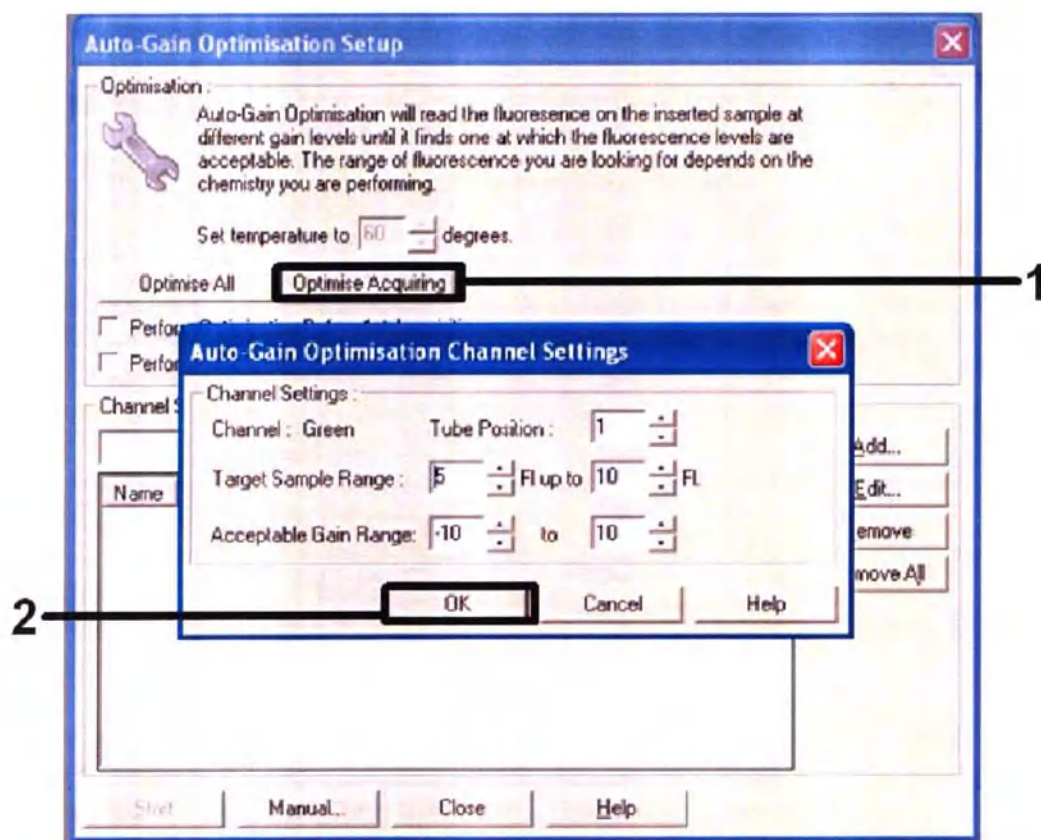

Рисунок 11. Автоматическая оптимизация уровня сигнала для зеленого канала.
13. Нажмите кнопку "оптимизация считывания" (Optimise Acquiring). Отобразятся настройки каждого канала. Подтвердите эти настройки по умолчанию для обоих каналов, нажав кнопку "ОК" (Рис.11).